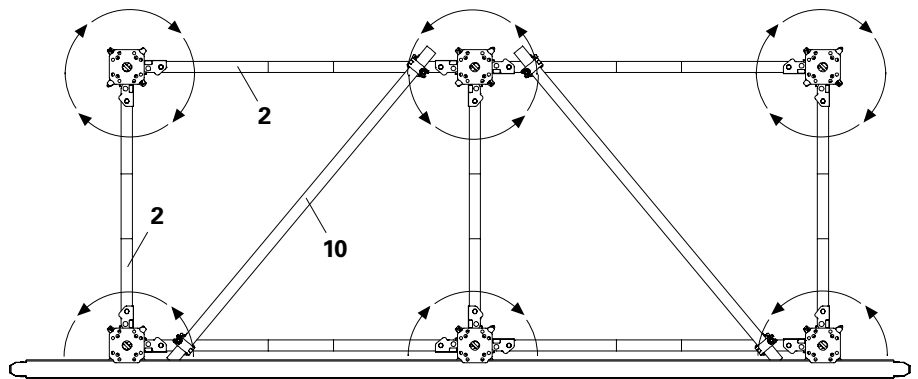

Fig. A3.06
- Les assemblages doivent être contreventés par des tubes d'échafaudage Ø 48.3 (**10**) positionnés en diagonale à environ la moitié de la hauteur de l'échafaudage. (Fig. A3.06)